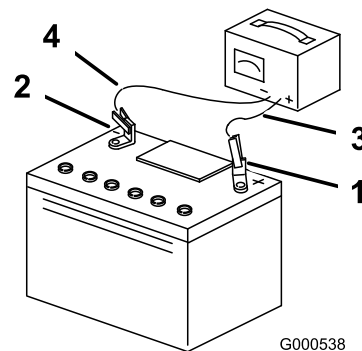

Figure 54
4. Quand la batterie est chargée au maximum, débranchez le chargeur de la prise, puis débranchez les fils du chargeur des bornes de la batterie (Figure 54).